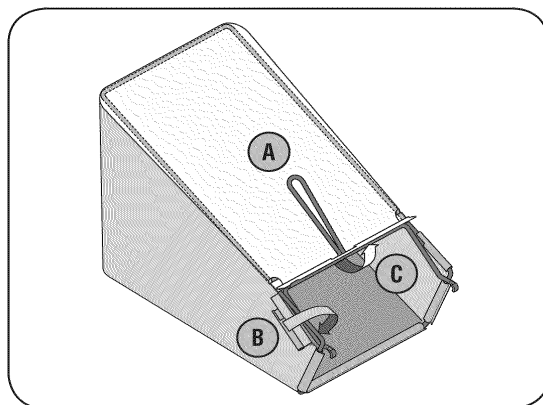

РИС. 5
- B. Натяните контейнер на рамку до зацепления защелок на рамке (см. Рис. 5). Эти детали Вы найдете на рукоятке косилки.